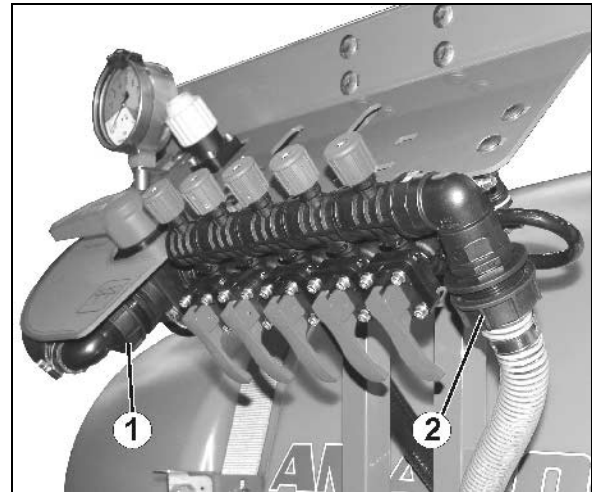

Fig. 3
1. Die Überwurfmutter vom Druckentlastungsschlauch (Fig. 3/1) und Rücklauf (Fig. 3/2) lösen und Restmenge ablassen.
Example (Fig. 3/6)
- Figure 3